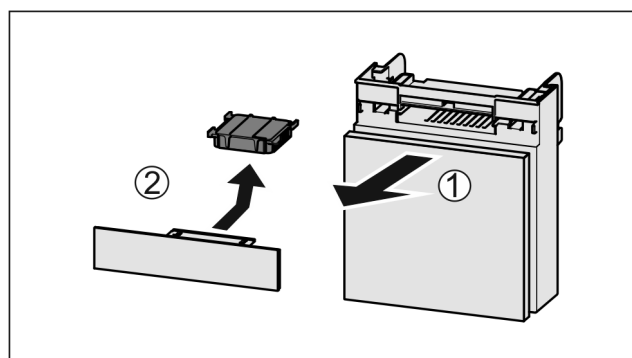

Fig. 94
- ▶ Издърпайте Fig. 94 (1) напред отделението.
- ▶ Извадете Fig. 94 (2) филтъра с активен въглен.